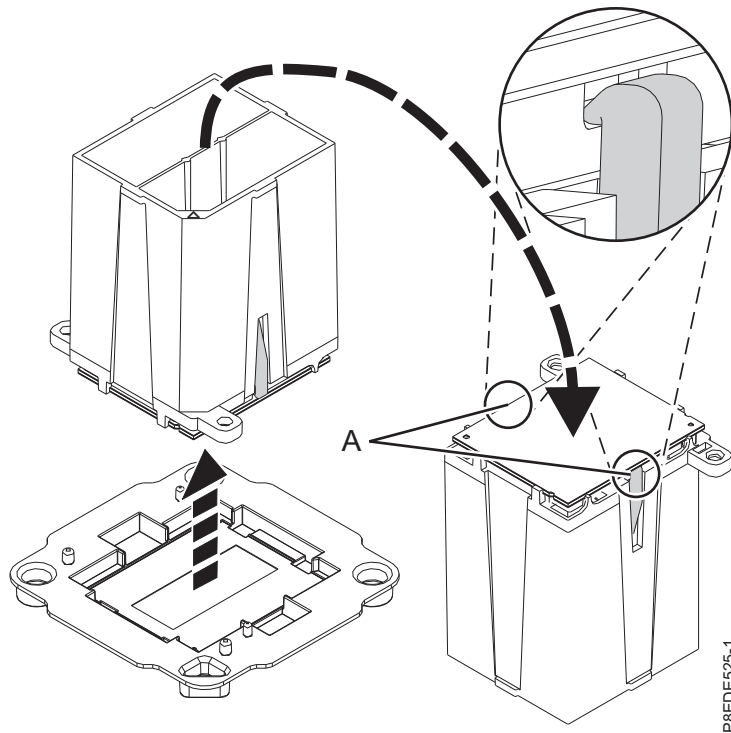

Figure 164. Préparation à l'installation du module processeur système
- b. Vérifiez que les deux pinces (A) agrippent fermement le module processeur système, comme illustré dans la figure 164.